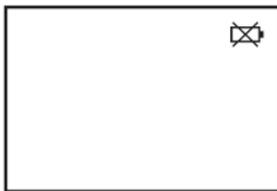

FIGURE 8
1. Remplacer les piles lorsque l'icône indiquant que les piles sont faibles apparaît sur le côté droit supérieur de l'écran. (figure 8)